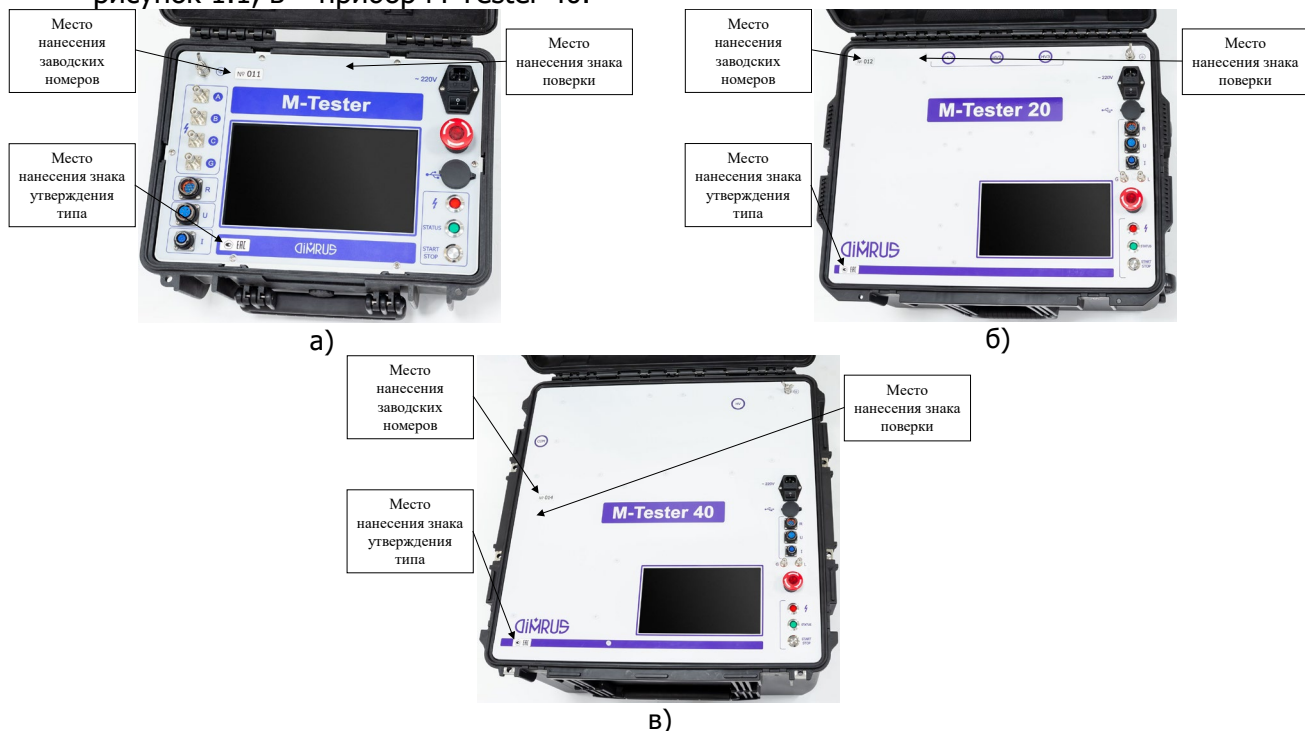

Рисунок 1.1 – Приборы M-Tester с обозначением мест нанесения знаков поверки, утверждения типа и заводских номеров
- рисунок 1.1, а – прибор M-Tester;
- рисунок 1.1, б – прибор M-Tester 20;
- рисунок 1.1, в – прибор M-Tester 40.
Приборы M-Tester дополнительно (по согласованию с заказчиком) могут быть укомплектованы транспортировочной тележкой (рисунок 2.2, а), предназначенной для перемещения кейса с прибором M-Tester (рисунок 1.1) и кейса с измерительными кабелями (рисунок 2.2, б).